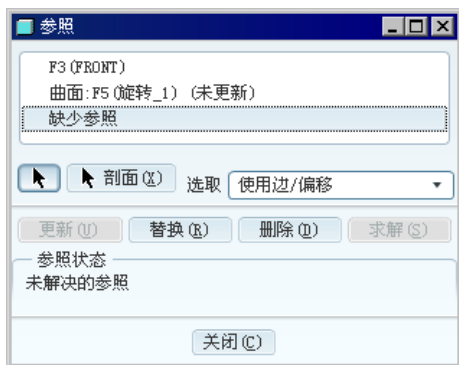

图 5.21.13 “参照”对话框
(1) 在操控板中单击 **放置** 按钮, 然后在弹出的菜单区域中单击 **编辑...** 按钮。
(2) 在弹出的图 5.21.13 所示的草图“参照”对话框中, 先删除过期和丢失的参照, 再选取新的参照 TOP 和 FRONT 基准平面, 关闭“参照”对话框。